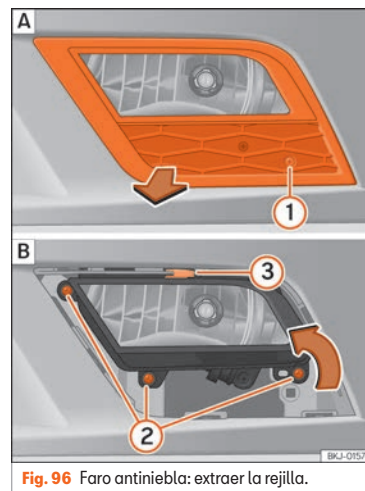
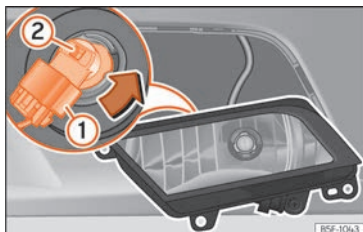

Fig. 96 Faro antiniebla: extraer la rejilla.
Fig. 97 Faro antiniebla: desmontar el portalámparas.
- Retire el tornillo » fig. 96 (1) de la rejilla del faro antiniebla utilizando un destornillador.
- Retire los 3 tornillos (2).
- Retire la grapa metálica situada en la parte superior del faro antiniebla tirando hacia el exterior del vehículo (3) y extraiga el faro antiniebla.
- Extraiga el conector » fig. 97 (1) de la lámpara.
- Gire el portalámparas » fig. 97 (2) hacia la izquierda y tire.